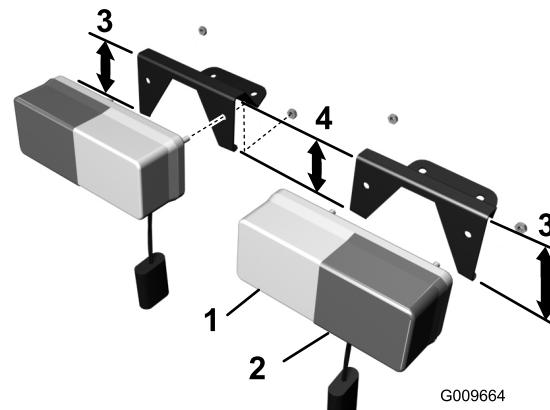

Figure 5
2. Identifiez les supports des clignotants droit et gauche. Les supports se reconnaissent à l'angle de la façade et au montant plus long qui est toujours placé à l'extérieur (Figure 5).
- Placez chaque clignotant sur le support correspondant, de sorte que le feu jaune (clignotant) soit à l'extérieur (Figure 5).